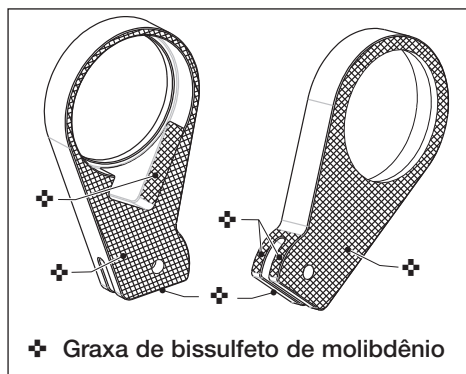

Fig. 18
5.4 Manutenção preventiva - cassete (fig. 18 e 20)